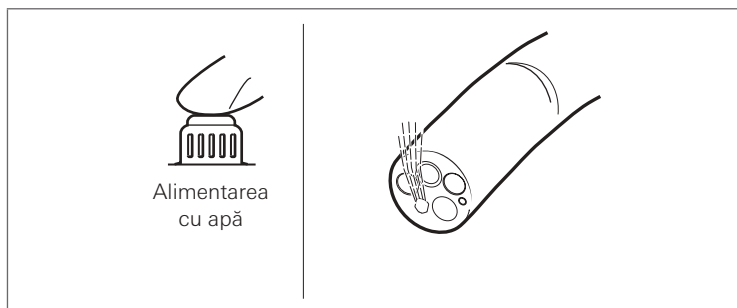

Figura 4.11
5. Scoateți endoscopul din recipient și apăsați valva de trecere a aerului/apei. Verificați dacă o anumită cantitate de apă se scurge în afară din capătul distal al endoscopului (consultați Figura 4.11).